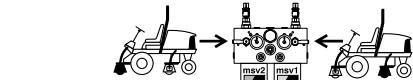

図 41
- 使用するチャートを間違えないように注意してください；7インチ・リールのカッティングユニットを使う 5510 と 5610 では、110-0996(図 40)の表を使用し、5インチ・リールのカッティングユニットを使う 5210 と 5410 では、110-8923(図 41)の表を使用します。